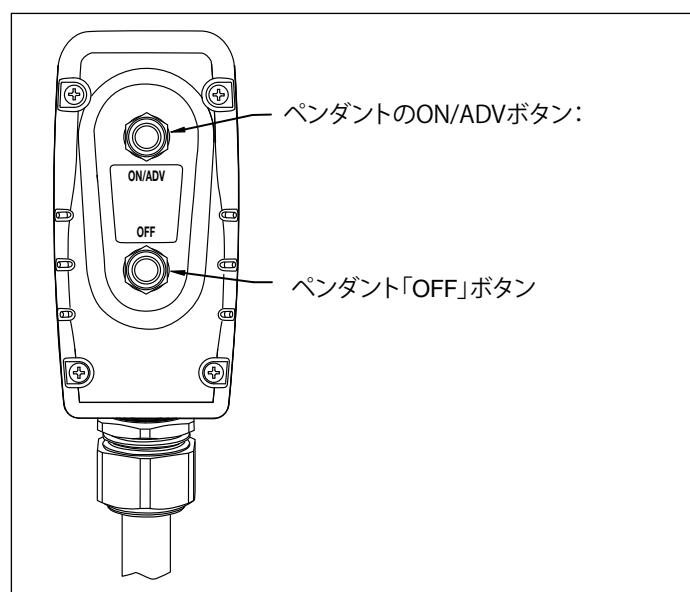

図8 ペンダントのボタン
5.2 ペンダントの操作(図8参照)
5. ポンプを始動するには、ペンダントの「ON/ADV」ボタンを押します。図8を参照してください。モーターが自動的に始動して、レンチが前進を開始します。ボタンを押し下げている間、レンチは前進し続けます。